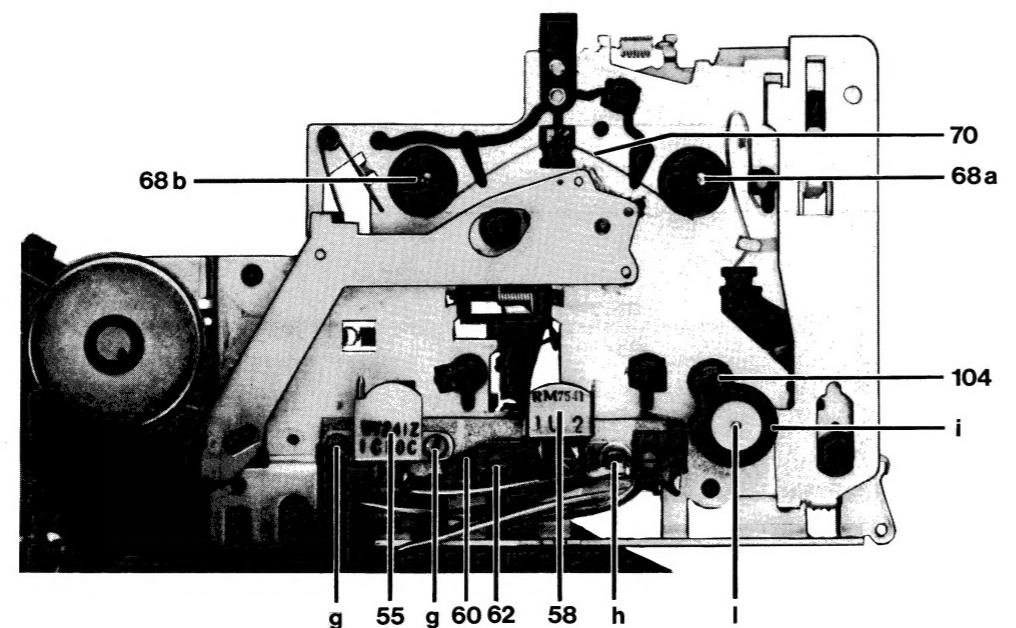

Bild 6
Löschkopf 55 (Bild 6)
AW-Kopf 58 (Bild 6)
Wird dieser Wert nicht erreicht, ist die Bremsfeder 70 (Bild 6) zu wechseln. Dazu Abdeckung **k** ausbauen.
12. Andruckrolle wechseln (Bild 6)